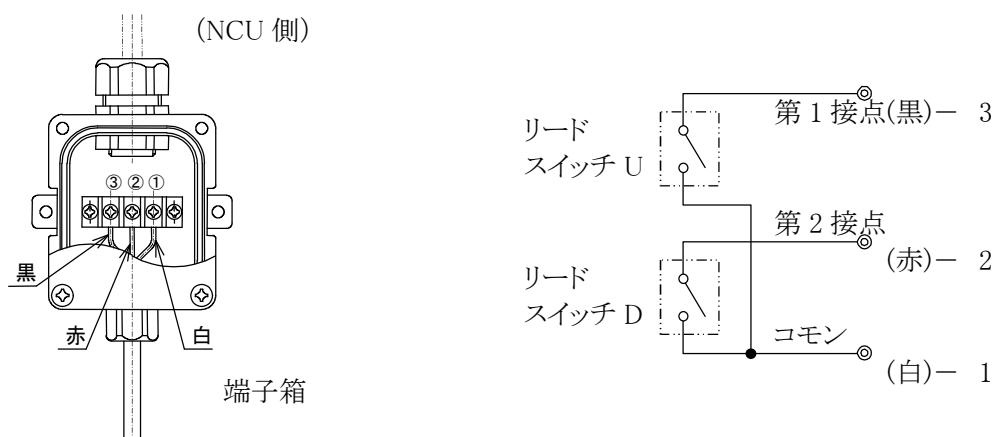
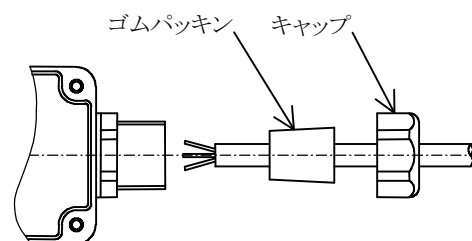

図 6 端子箱
図 7 ケーブルコネクタ
- ① 端子箱のフタを開けて下さい。
- ② NCU側の防水コネクタ(大)のキャップをはずし、中のゴムパッキンを取り出します。ゴムパッキンについている内ぶたを取り外します。
- ③ コネクタのキャップ及びゴムパッキンをNCU側のケーブルに通します。この時、順番と向きに注意して下さい (図 7)。
- ④ ケーブルをコネクタから端子ボックスの内側に通します。
- ⑤ ケーブルを長く引き出し、ケーブルの皮膜を約 10mm はがして下さい。中の芯線の皮膜を約 5mm はがして下さい。
- ⑥ 芯線の先に Y 型圧着端子(1.25×3)を圧着して下さい。
- ⑦ Y 型圧着端子を端子箱内の端子台に接続して下さい。配線については、図6を参照して下さい。